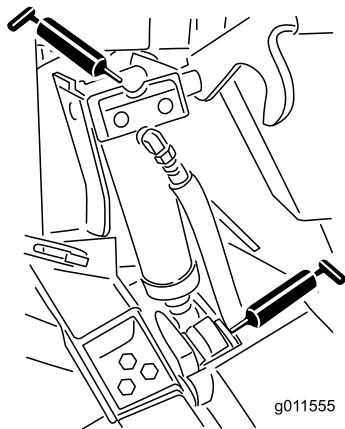

Figura 47
- Casquillos de los cilindros de elevación (4) (Figura 47).